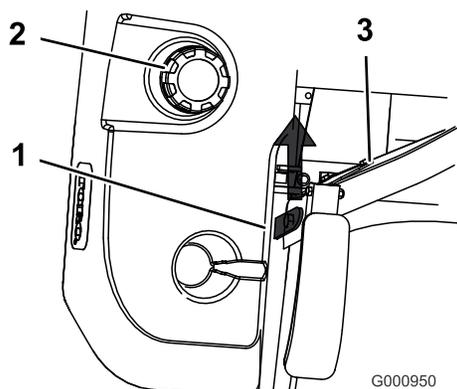

Figura 23
- Levante el asiento. Esto le permitirá acceder a la parte de la máquina que queda por debajo del asiento (Figura 23).